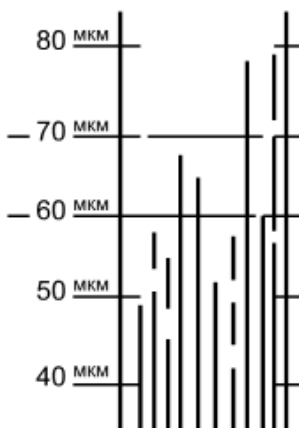

Рисунок 2.2 – Графическое изображение оценки результатов (штрихи);
5. Границу начала штрихов, расположенных в направлении от большего деления шкалы к нулю, определяют по месту появления третьего непрерывного штриха, достигающего по глубине до металла (рис. 2.2), если нет других указаний в нормативных или